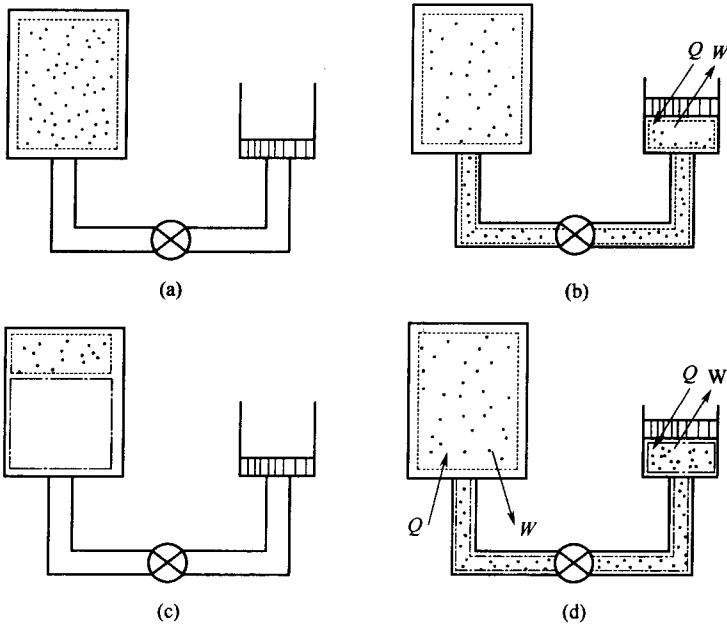

图 1-1 例 1-2 图
**【例 1-2】** 绝热刚性容器内的气体通过阀门向汽缸充气。开始时汽缸内没有气体，如图 1-1 (a) 所示。汽缸充气后，气体推动汽缸内的活塞向上移动，如图 1-1 (b) 所示。设管道阀门以及汽缸均可认为是绝热的。若分别选取开口系统与闭口系统，试说明它们的边界应该如何划定？这些系统与外界交换的功量与热量又如何？
答：(1) 若选取容器内原有的气体为系统，属于闭口系统。容器放气前，边界如图 1-1
(a) 中的虚线所示，放气后边界如图 1-1 (b) 中的虚线所示。气体对活塞做的功和气体通过活塞与外界交换的热量是闭口系统与外界的能量交换。
(2) 若选取容器放气后残留在容器内的气体作为系统，同样也是闭口系统。这时，放气前的边界如图 1-1 (c) 中的虚线所示，放气后的边界如图 1-1 (d) 中的虚线所示。残留气体对离开容器的那部分气体所做的功和残留气体与放出气体之间交换的热量是系统与外界之间的能量交换。
(3) 若选取放出气体为系统，同样也是闭口系统。其边界将如图 1-1 (c) 和 (d) 中的点划线所示。放出气体与残留气体之间的功量和对活塞所做的功以及放出气体与残留气体之间的换热量和通过活塞与外界交换的热量是闭口系统与外界的能量交换。
(4) 若选取容器为系统，则属于开口系统，边界是容器的壁面。容器内气体对放出气体所做出的流动功和两者之间的热量交换是系统与外界的能量交换。
(5) 若选取汽缸为系统，也属于开口系统，边界是汽缸与活塞的壁面。汽缸内气体对管道内气体及活塞所做的功和与它们之间的热量交换是系统与外界的能量交换。